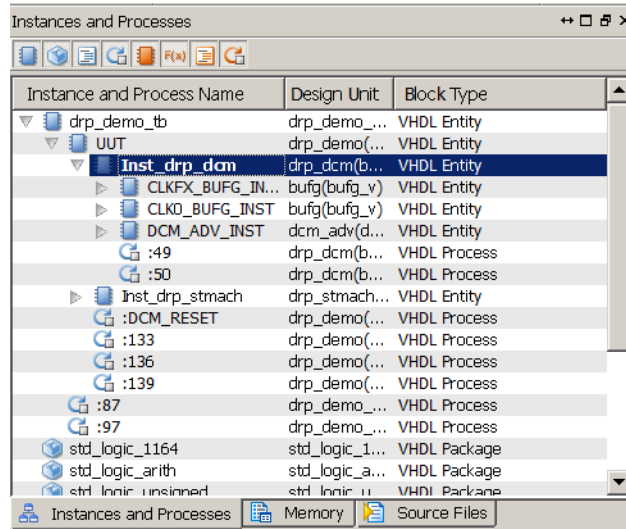

図 4-16 : [Instances and Processes] パネル
1. [Instances and Processes] パネルで、図 4-16 に示すように drp\_demo\_tb の階層を展開表示します。